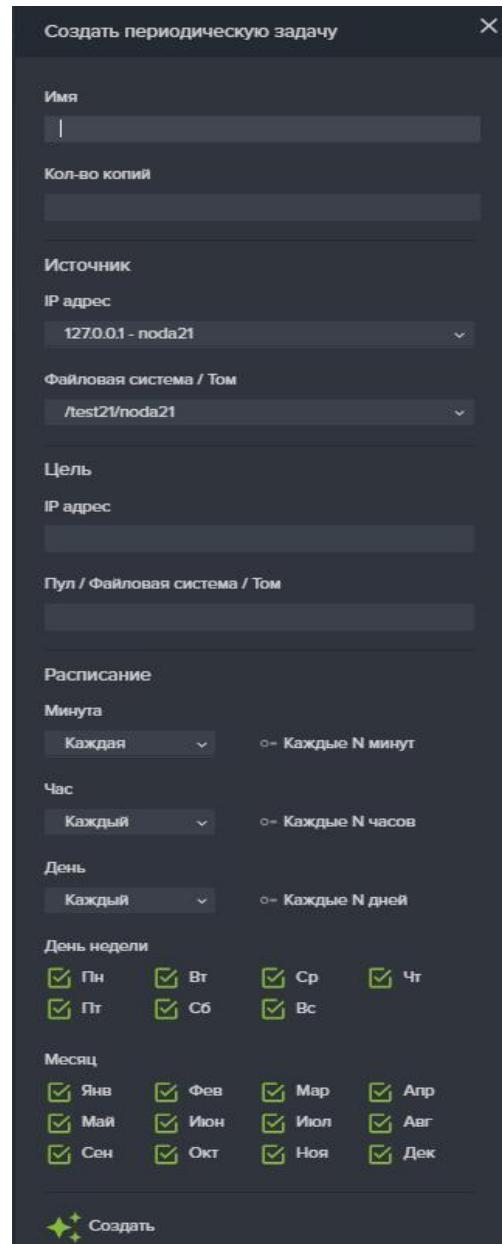

Рисунок 101. Расписание периодической задачи репликации
- Нажмите на кнопку «Создать новую задачу», откроется окно создания задач (см. Рисунок 101);